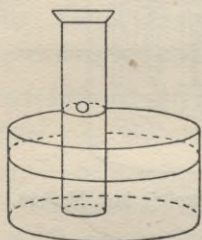

Fig. 17.
**Versuch 1:** Trockne ein Stück Natrium mit Filtrierpapier, befreie es von der Kruste, schneide Stücker von Linsengröße (mit größeren Stücken ist der Versuch gefährlich!) ab und wirf eins nach dem andern 1. in eine flache Schale mit reinem Wasser, 2. in eine Schale mit ganz schwach angesäuertem und durch Lackmus rot gefärbtem Wasser. 3. (Fig. 17) Bringe die Na-Stücker mit Hilfe einer breiten Pinzette von unten in einen mit Wasser gefüllten, umgekehrt in eine Schale mit Wasser gestellten Zylinder. 4. Bedecke den Boden einer flachen Schale  $\frac{1}{2}$  cm hoch mit Wasser, lege ein Stück Filtrierpapier hinein, so daß es nur in der Mitte vom Wasser bedeckt wird, und wirf ein kleines Stück Natrium in das Wasser (Augen in acht nehmen oder Glasplatte über die Schale legen!)